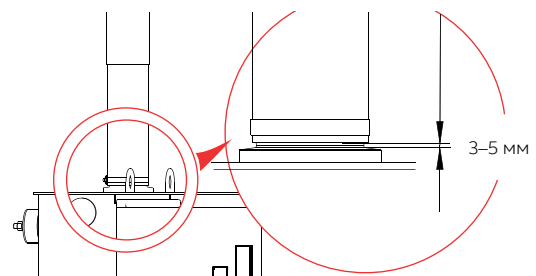

Рис. 68. Зазор внизу трубки
- Важное значение для возможности слива из защитных трубок играет величина зазора внизу. См. рис. 68.
- Зазор внизу трубки должен составлять от 3 до 5 мм. См. рис. 68.